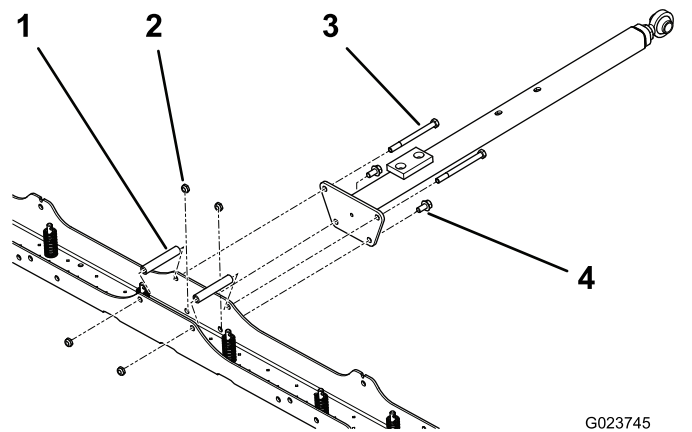

図 4
1. ボトム・プレートの上側にある2つのボルト穴に、長いスペーサ2本を並列させ、ロックナット3/8 インチ2個とボルト3/8 x 4-1/2 インチ2本を使用して、牽引バーをボトム・プレートに固定する 図 4。